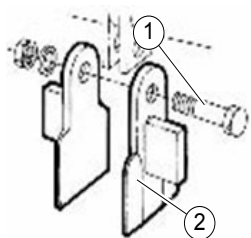

Fig.94
- Svitare i dadi autobloccanti e le viti (1, "Fig.94")
- Sostituire i coltelli VERICUT (2, "Fig.94")
- Unscrew the locking nuts and the screws (1, "Fig.94")
- Change the VERTICUT knives (2, "Fig.94")
- Devisser les dés autobloquants et les vis (1, "Fig.94")
- Changer les couteaux VERTICUT (2, "Fig.94")
- Abschrauben Sie die Mutter und Schraube (1, "Fig.94")
- Ersetzen VERTICUT Messer (2, "Fig.94")
- Destornillar las tuercas y los tornillos (1, "Fig.94")
- Substituir las cuchillas VERTICUT (2, "Fig.94")